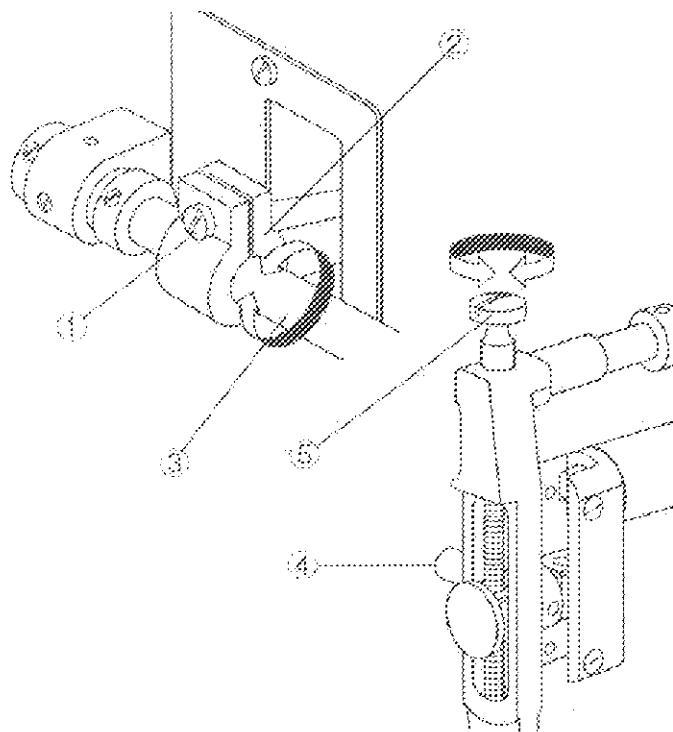

Рис. 16
19. Регулировка тактирования верхней подачи материала (Рис. 16)
в. Для TW1-273, ослабьте винт 4, поверните червяк 5 в направлении, показанном на Рис. 16, затем затяните винт 4.